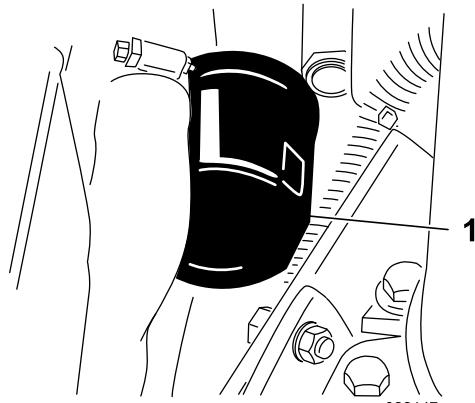

図 53
2. オイルフィルタ (図 53) を外す。新しいフィルタのシールに薄くエンジンオイルを塗って取り付ける。締めすぎないように注意すること。